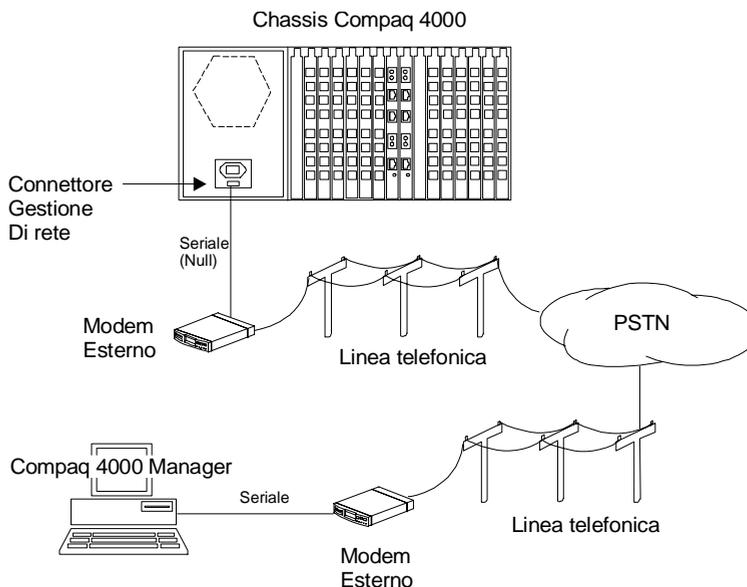

Figura 2-16. Connessione a un modem esterno
2. Collegare un capo del cavo null modem seriale al connettore di gestione della rete posizionato sul retro dell'alimentatore dello chassis. Vedere Figura 2-16.
3. Collegare l'altro capo del cavo null modem seriale alla porta seriale del modem. Vedere Figura 2-16.